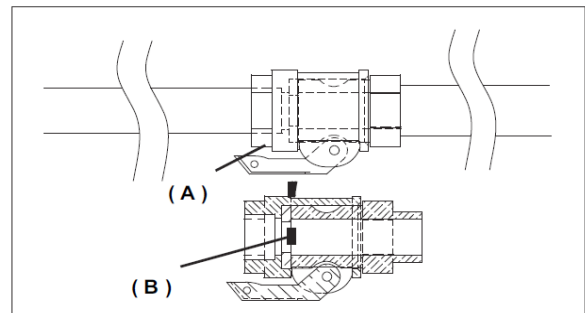

FIG.6a
Après avoir positionné la machine, préparer un seau avec une quantité égale à environ 10 l. de coulis. Verser le coulis dans la trémie de la machine ou, en cas de produits colorants, directement dans la tuyauterie de la machine avant de la brancher. Dans ce dernier cas, verser dans la trémie 10 l environ de produit coloré. Prendre les tubes de matériau, contrôler s'ils sont en bon état, si les raccords sont intacts et les joints correspondants sont présents, les connecter au collecteur de refoulement et à la lance de vaporisation. Contrôler que les leviers à cames (A) des raccords sont correctement serrés et que le joint (B) est présent comme sur la fig.6a